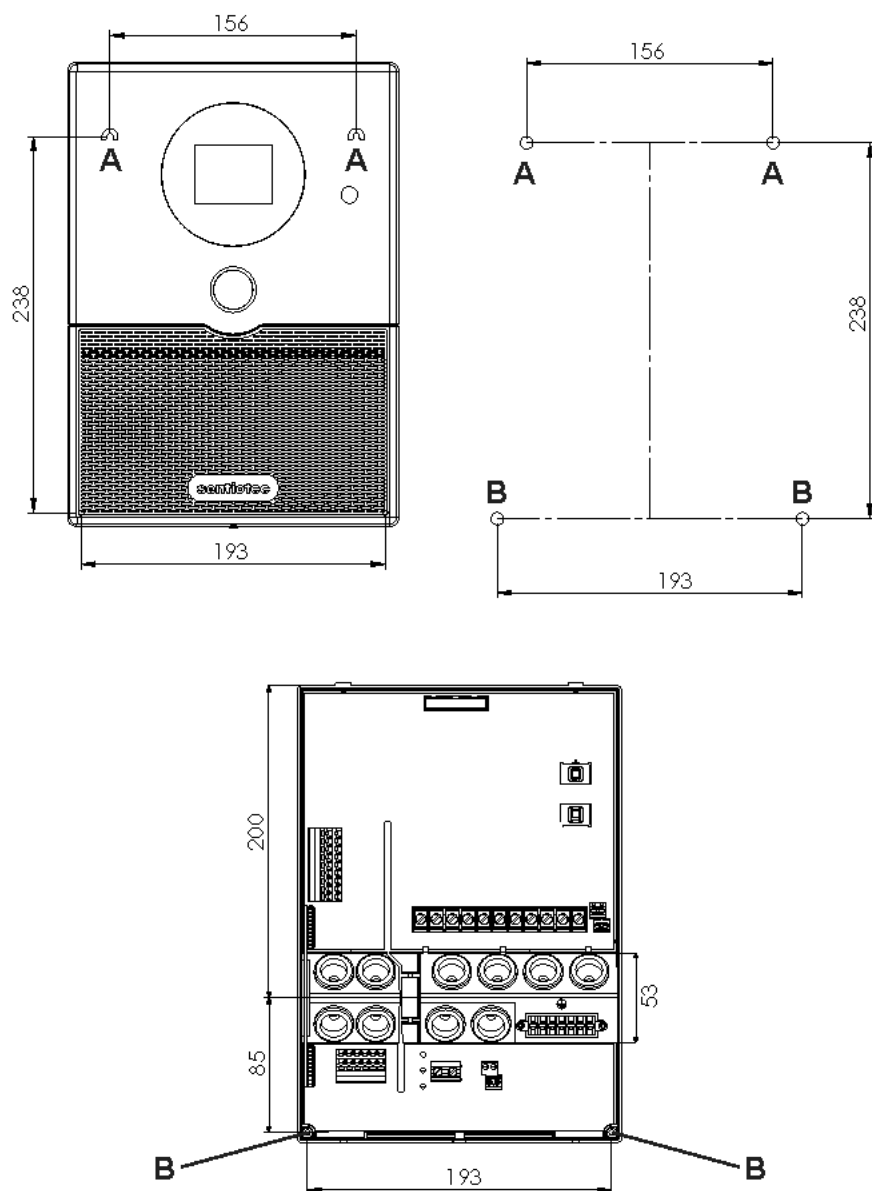

Bild 1 Position på upphängningsanordningen och monteringshålen (mått i mm)
1. Skruva in två skruvar för spånplattor (3 x 25 mm) på ca 1,70 m höjd i bastuväggen tills 7 mm sticker ut. De båda skruvarna måste sitta 156 mm från varandra (se **Bild 1**).
4. Häng upp bastustyrenheten i upphängningsanordningen **A** på de inskruvade skruvarna (se **Bild 1**).
5. Skruva in två skruvar för spånplattor(3 x 25 mm) i de nedre fästöppningarna **B** (se **Bild 1**).